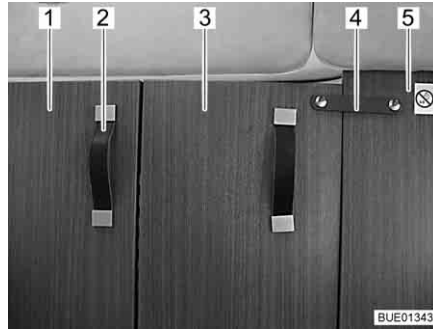

Bild 43 Skiljeplatta till förarhytt, stängd
- Dra in skiljeplattan till förarhytten (Bild 43,1) helt med hållbandet (Bild 43,2).
- Sätt, med låsbandet (Bild 43,4), fast den fällbara delen av skiljeplattan till förarhytten (Bild 43,3) på den fasta mellanväggen (Bild 43,5) bakom passagerarstolen.